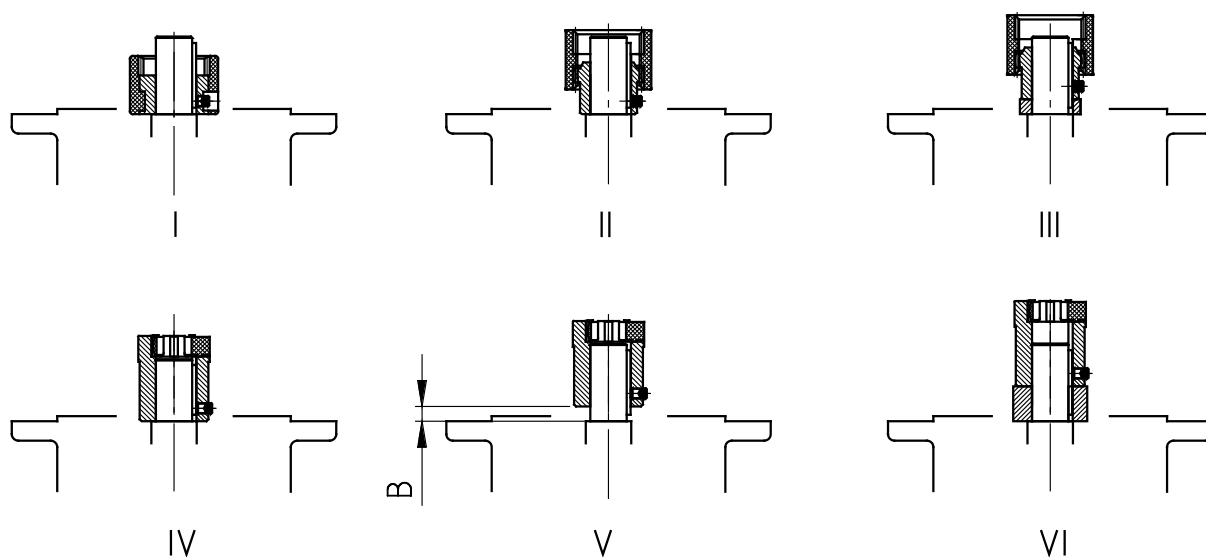

Figure 17 : Montage de l'accouplement sur l'arbre du moteur pour différents types d'accouplements
3. Pousser le manchon d'accouplement sur l'arbre du moteur conformément aux indications du fabricant du moteur, jusqu'à la butée sur l'épaulement. Pour les moteurs de taille 90, 160, 180 et 225, disposer éventuellement les bagues entretoises fournies, entre le manchon d'accouplement et l'épaulement. Dans le cas des réducteurs à engrenages cylindriques de la gamme standard, respecter la cote B entre le manchon d'accouplement et l'épaulement (voir Figure 17). Certains modules NEMA nécessitent un positionnement de l'accouplement conforme aux spécifications indiquées sur l'autocollant.